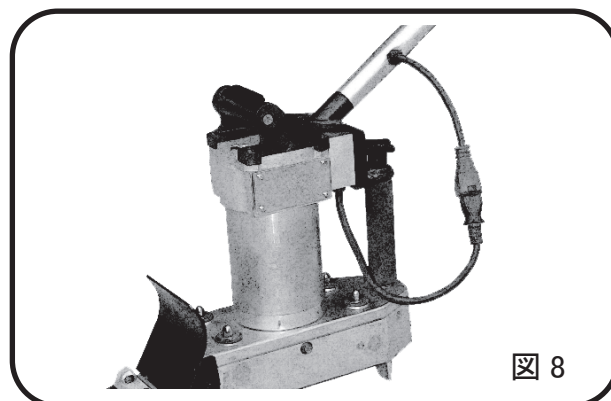

図 8
- ・キャブタイヤコードに亀裂や傷が無い点検して下さい。(図 8)